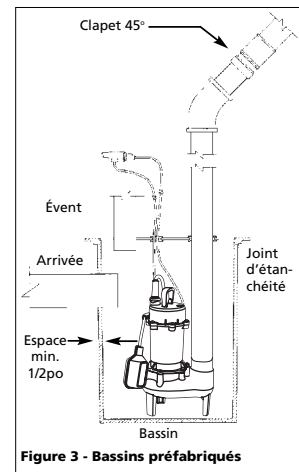

Figure 3 - Bassins préfabriqués
- Cette pompe a un interrupteur à longe détachable tether switch avec une fiche superposée (Voir Figure 3). La longueur du longe (distance du cordon du flotteur à la pince) ne devrait pas être ajustée moins que 8,26 cm (3-1/4 po) et ne devrait pas être utilisé dans un bassin plus petit que 35,6 cm (14 po) de diamètre. Si vous utilisez un différentiel autre que celui réglé à l'usine, s'assurer que lorsque la